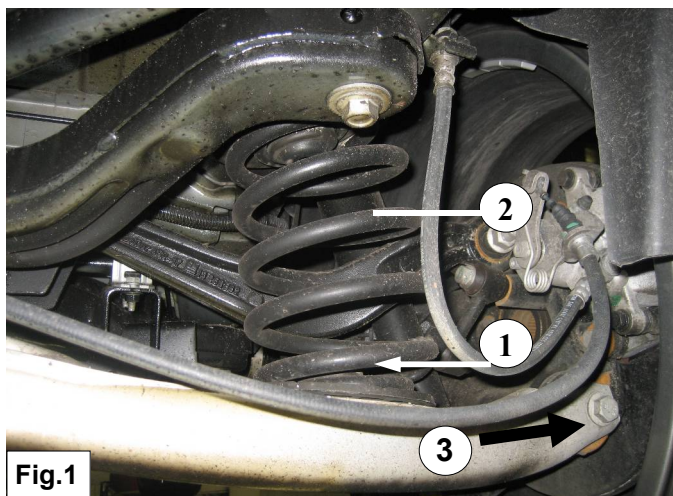

Fig.1
1. Ondersteun de draagarm en demonteer de aangegeven bout 3 . **Let op de draagarm staat onder veerspanning.** Zie fig. 1.